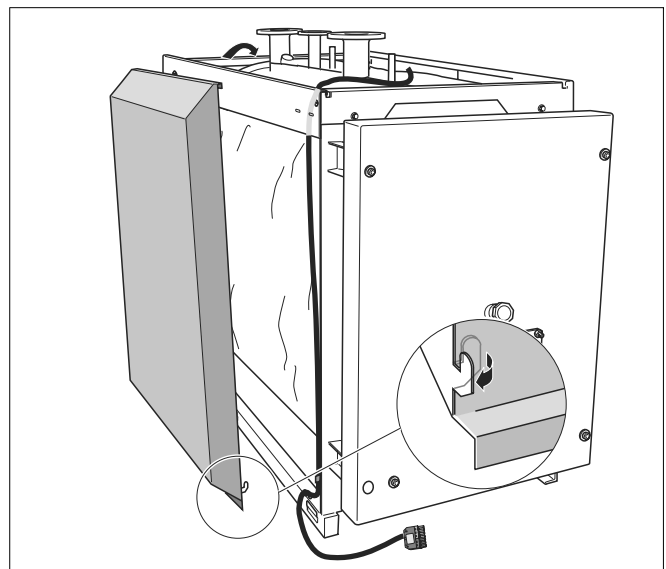

Fig. 24 Îndoirea cârligului
- Se îndoiește cu atenție cârligul pentru prinderea peretelui din față la ambii pereți laterali față (fig. 24, **lupa**).